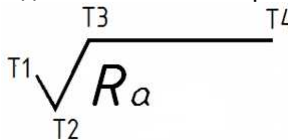

Рис. 64. Построение знака шероховатости
1. Построение геометрических объектов, из которых состоит блок, предполагает наличие текущего слоя «Шероховатость» черного цвета. На свободном месте чертежа строится знак шероховатости (рис.64).
Обозначение параметра создается командой *Mtext* (Многострочный текст), который располагается так, как показано на рис.64.